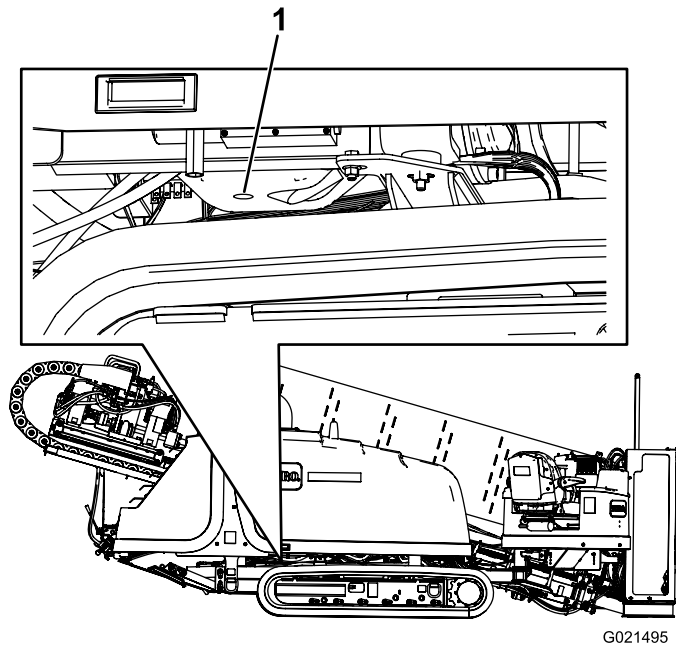

Figure 125
2. Enlevez le bouchon de vidange (Figure 125).
7. Remettez le bouchon de vidange sur le raccord de vidange (Figure 125).